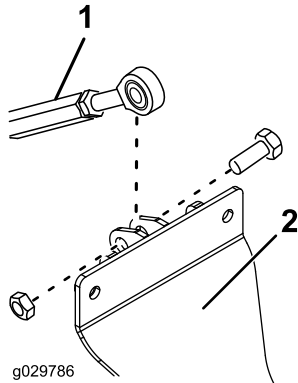

Figura 5
- Sujete la rótula del acoplamiento roscado al soporte del cilindro con un perno ( $\frac{1}{2}$ " x  $1\frac{1}{2}$ ") y una contratuerca ( $\frac{1}{2}$ "), según se muestra en Figura 5.